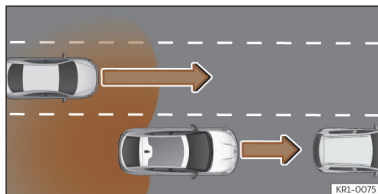

Fig. 135 Ultrapassagem com trânsito na parte traseira.
- Quando se é ultrapassado por outro veículo >>> **Fig. 135**.